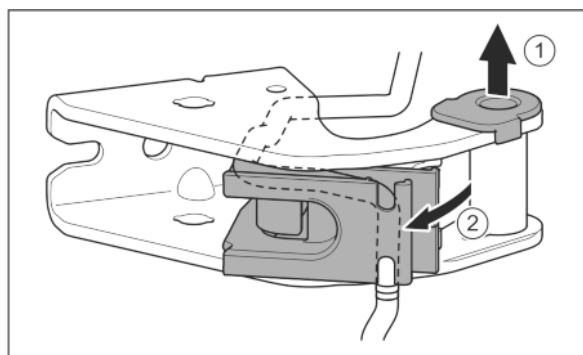

Fig. 29
- ▶ Витягніть із прямої опорну втулку. Fig. 29 (1)
- ▶ Поверніть вбік тримач кабелю. Fig. 29 (2)